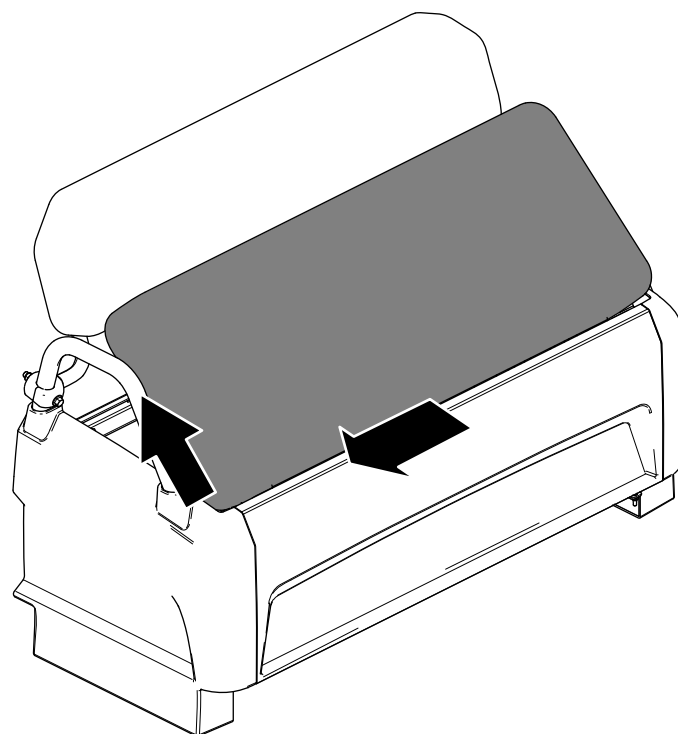

Figure 35
2. Glissez le coussin sur le côté pour le dégager des goupilles, et soulevez-le (Figure 35).